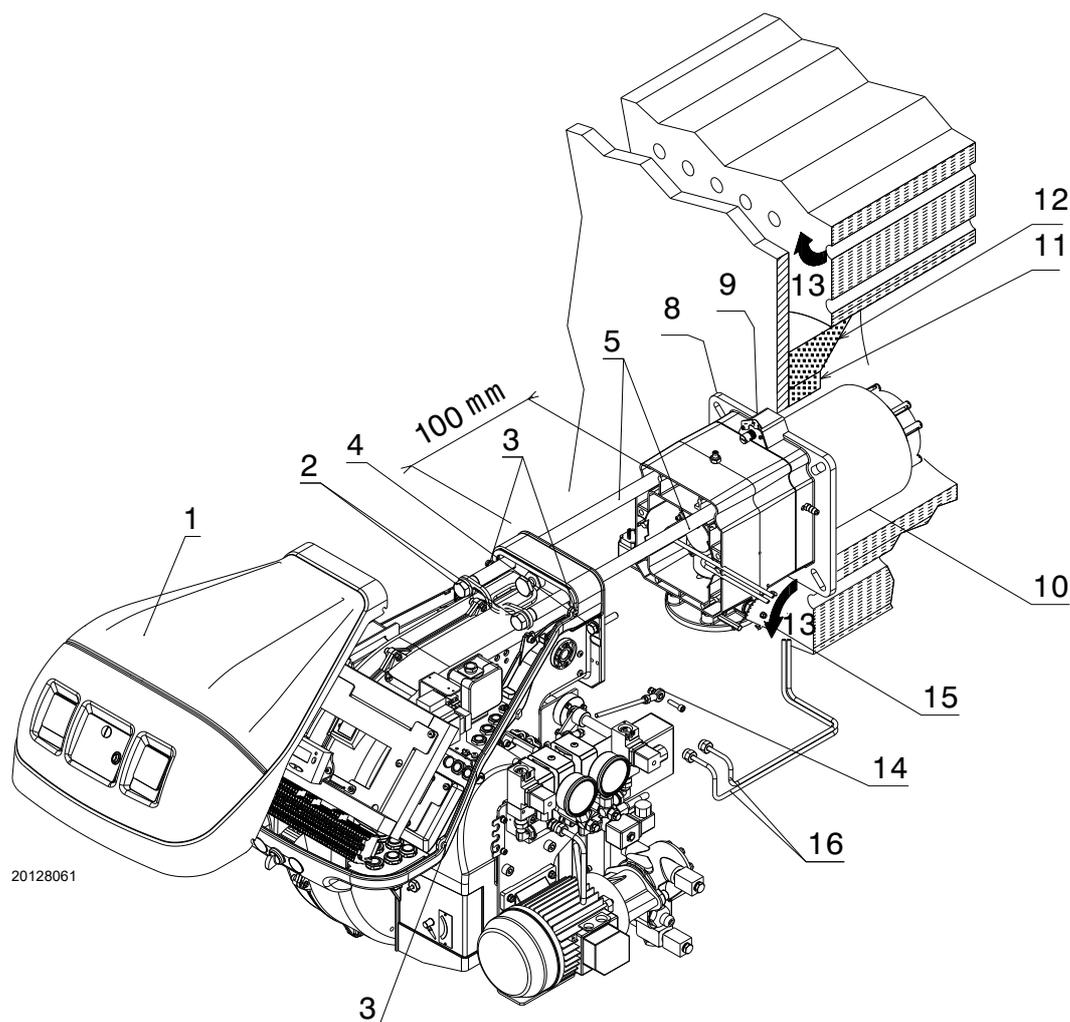

Fig. 16
Pour les chaudières avec circulation des fumées sur l'avant (Fig. 16), ou avec chambre à inversion de flamme, réaliser une protection en matériau réfractaire (11), entre le réfractaire de la chaudière (12) et l'embout (10).
Séparer ensuite la tête de combustion du reste du brûleur, (Fig. 16). Procéder comme suit pour faire cela:
- remonter le brûleur sur les glissières 3) à 100 mm environ du manchon 4), brûleur dans la position illustrée dans la Fig. 16;